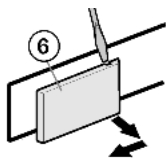

Fig. 6
- ▶ Staccare la copertura lato cerniera Fig. 6 (6) servendosi di un cacciavite e toglierla tirandola verso l'esterno.